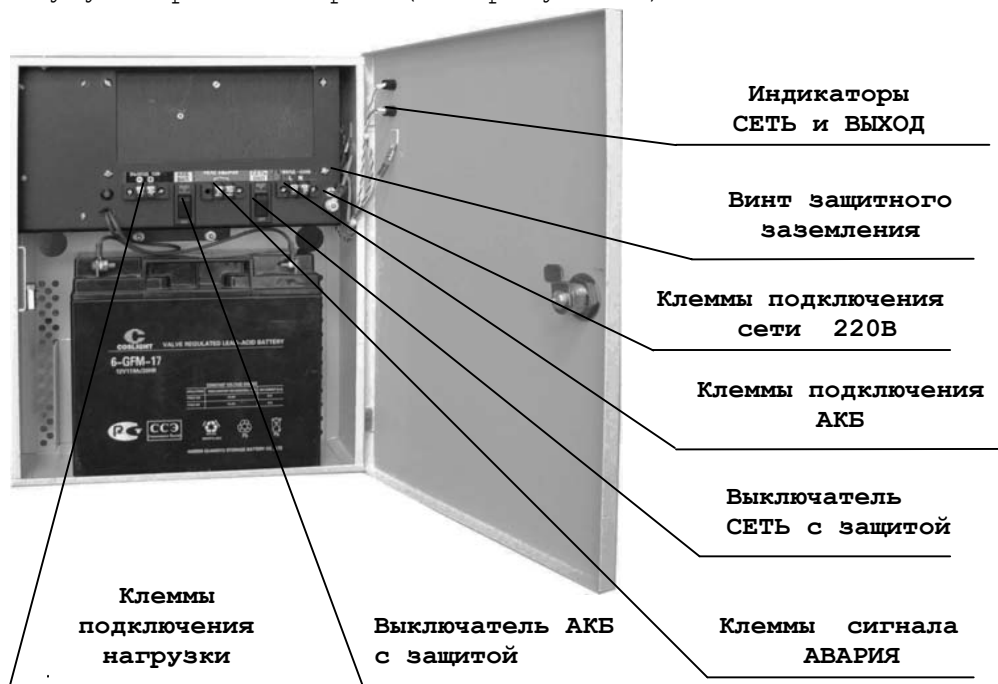

Рисунок 1
4.2 Конструктивно ИБП выполнен в виде подвесного шкафа с запираемой на ключ дверцей, внутри которого размещены модуль питания и отсек для установки аккумуляторной батареи (см. рисунок 1).